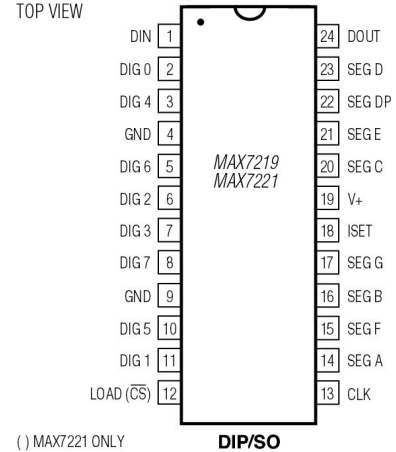

Abb. 1: Pin Description MAX7219
Die Kommunikation des MAX7219 mit dem GnuBLin Board erfolgt über drei Portleitungen: DIN (1), CLK (13) und LOAD (12), siehe Abbildung 1. Wie sich unschwer erkennen lässt, bietet sich hier eine Kommunikation über die SPI Schnittstelle an. Über die Ausgänge *Digits* (DIG0 bis DIG7) und *Segment* (SEG A bis SEG G und SEG DP) wird die LED-Matrix verbunden. Die Digits werden dabei mit den Spalten und die Segmente mit den Zeilen der LED-Matrix verbunden.